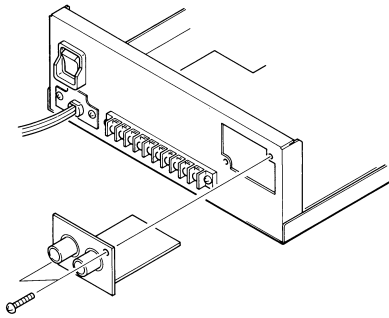

図 1
- ① RM-P1254 のトップカバーを外します。
- ② RM-P1254 リアパネルのブランクパネルを外します。
- ③ RM-P1252 の送信ユニットをブランクパネルを外したねじ 2 本を使用してリアパネルへ取付けます。(図 1)